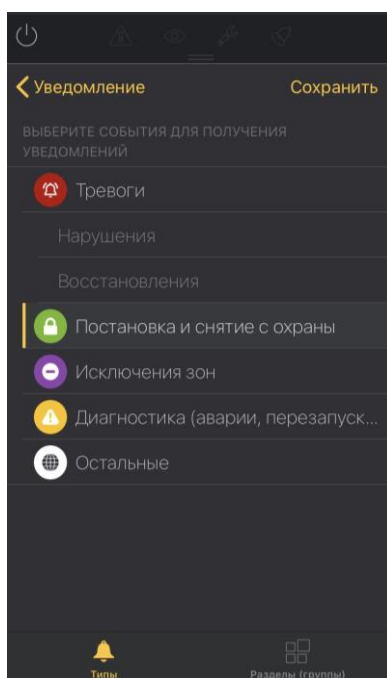

Рис. 28. Приложение INTEGRA CONTROL. Экран «Уведомление». Настройки push-уведомлений.
2. Выберите типы событий, о которых приложение должно уведомлять (рис. 28).